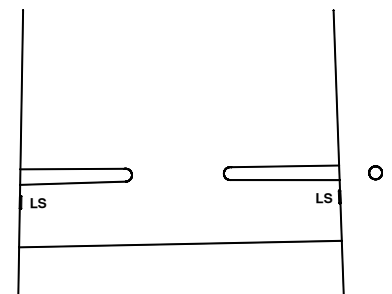

Abb. 5
2. Bei Standardpapier U.S. 8 1/2" X 11" schieben Sie beide Papierführungen so ein, dass deren Innenkanten mit den geraden Markierungen auf dem Zufahrtisch mit der Bezeichnung LS in einer Linie sind (siehe Abb. 5 für die Markierung). Bei A4 Papier richten Sie die *Außenkanten* der Papierführungen mit den geraden Markierungen mit der Bezeichnung A4 aus. Ziehen Sie beide Schraubzwingen an. (Beachte: Ziehen Sie die Schraubzwingen nicht zu stark an).